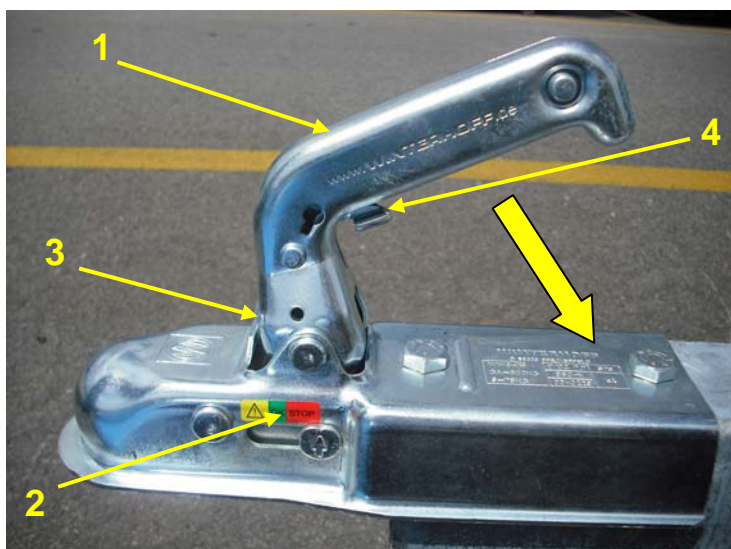

Figure 11 : Attache à boule
- 2 Vérifier que la tête d'accouplement est ouverte : poignée d'accouplement vers le haut (figure 11 rep.1) et marquage (rep. 2) sur « STOP. ».
- 3 Poser la tête d'accouplement ouverte sur la rotule d'attelage. Appuyer sur la poignée d'accouplement vers la bas dans la direction de la flèche (figure 11)